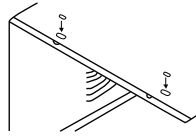

FIG.6
9. Inserte dos tacos de goma en los agujeros de la parte superior de la carcasa donde retiró los tornillos de transporte. (Vea FIG.6)